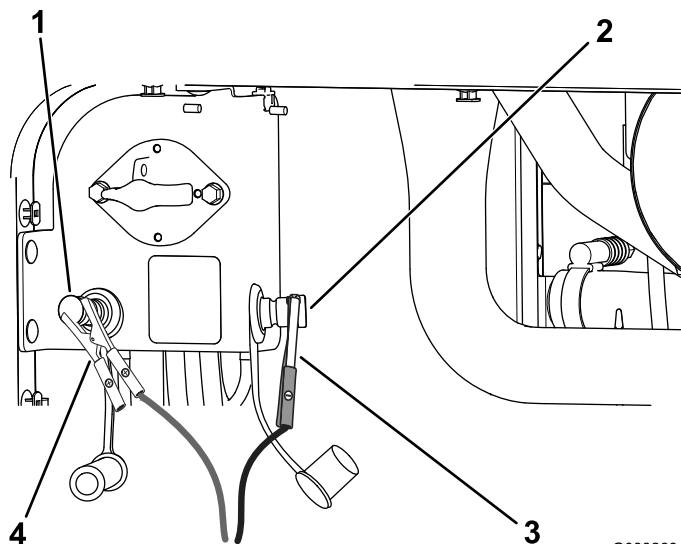

図 106
4. プラスのジャンプ端子にプラスケーブルを接続する 図 106。
5. マイナスのジャンプ端子にマイナスケーブルを接続する 図 106。
7. エンジンが始動したら、もう一人が、まずマイナス(-)の救援ケーブルを外し、次にプラス(+)の救援ケーブルを外す(図 106)。